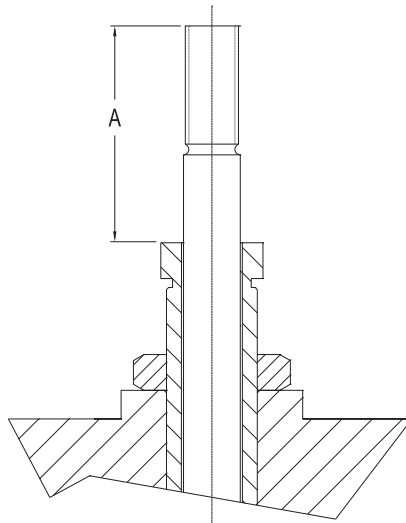

Figura 05
- 5.1.3 Anote a dimensão A, conforme **Figura 05**, esta informação será necessária para posicionar o parafuso de regulagem (17) quando da remontagem da válvula.